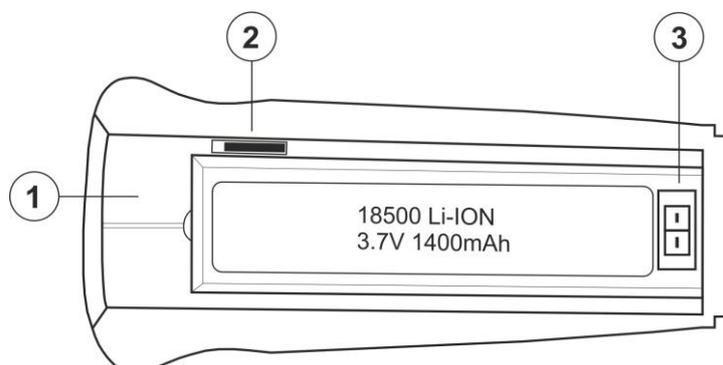

Fig. 3: Descrição das entradas/saídas do instrumento
2. Inserir o cartão micro SD na sua sede existente no interior do compartimento da bateria (ver Fig. 3 – parte 2)